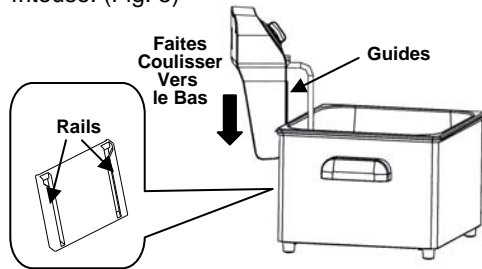

Fig. 4
2. Insérez les guides du tableau de commande dans les rails montés sur le corps en métal. (Fig. 4)